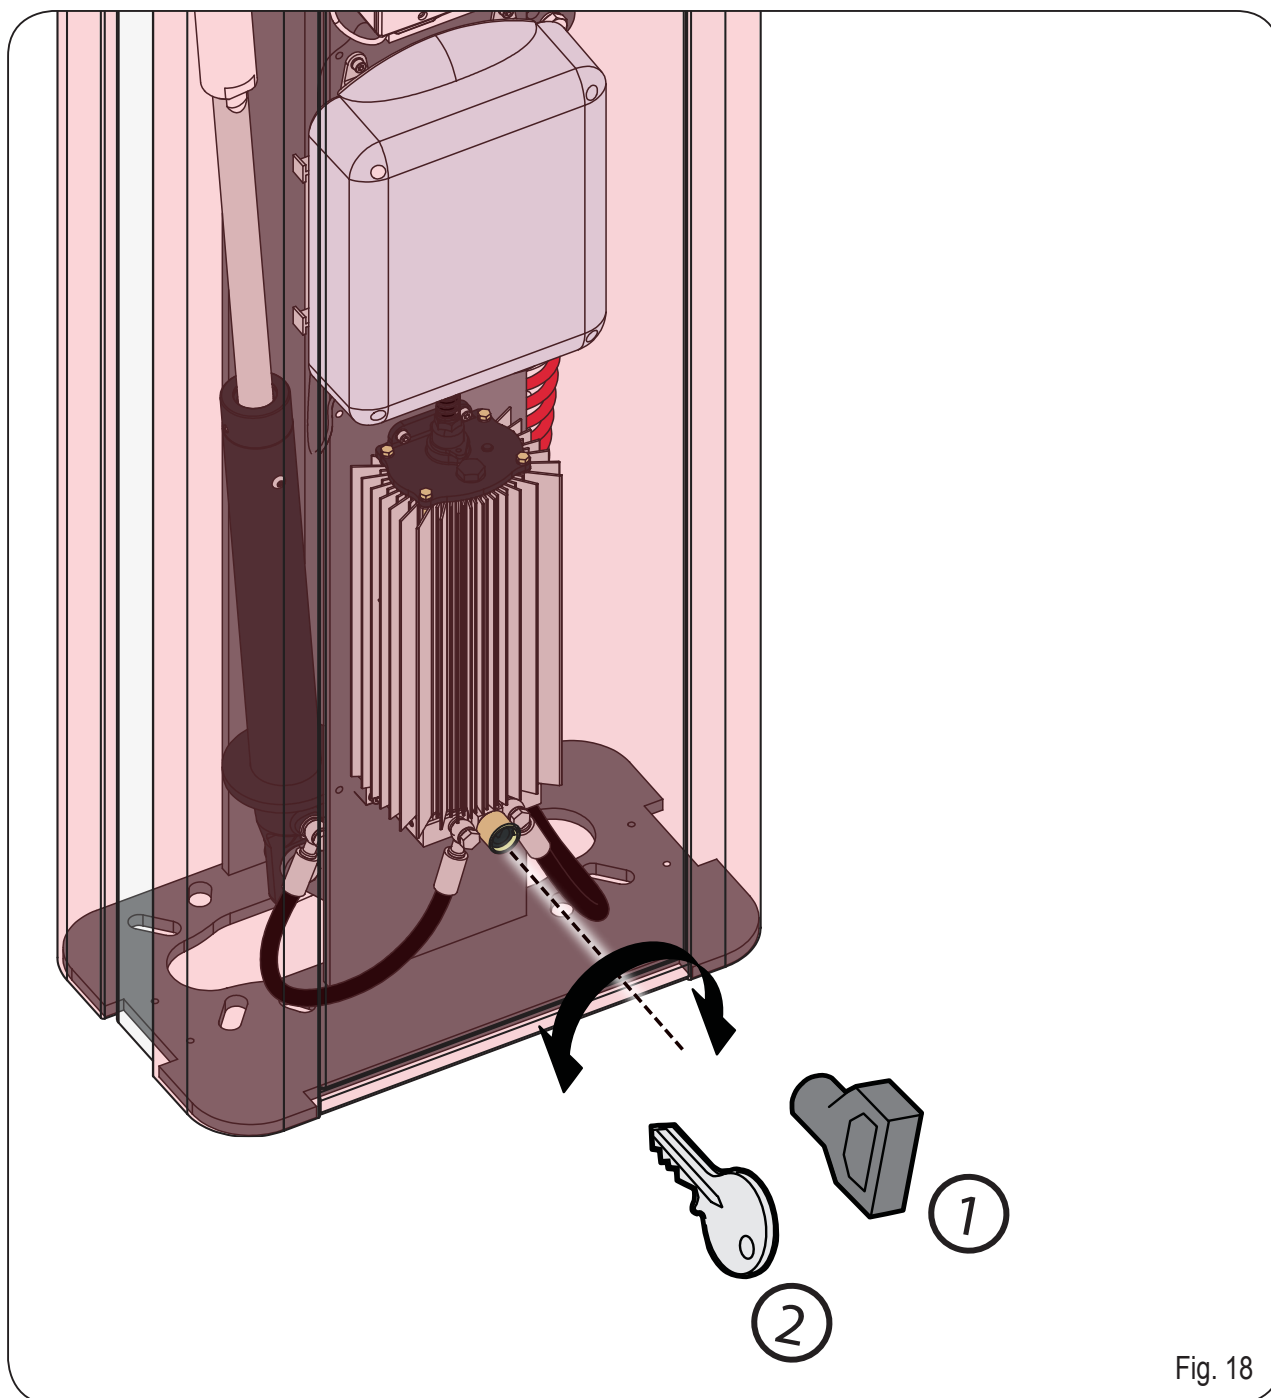

Fig. 18
La llave de desbloqueo entregada en dotación puede ser triangular (Fig. 18, ref. ①) o personalizada (Fig. 18 ref. ② opcional).
- Inserte la llave de desbloqueo en la cerradura y gire la llave en sentido antihorario hasta el tope, como en la Fig. 18
- gire la llave en sentido horario hasta el tope y extráigala (fig. 18 ref. ①).
- gire la llave en sentido horario hasta el punto en el que se pueda extraerla. (Fig. 18, ref. ②).
Als de slagboom met de hand moet worden bediend omdat de stroom is uitgevallen of het automatisch systeem niet goed werkt, moet met behulp van de bijgeleverde sleutel de ontgrendeling worden gebruikt. De bijgeleverde ontgrendelingsleutel kan driehoekig (Fig. 18 ref. ①) of gepersonaliseerd zijn (Fig. 18 ref. ②, optioneel).
- Steek de ontgrendelingsleutel in het slot en draai hem tegen de wijzers **van de klok** in tot hij niet verder kan, zoals in Fig. 18
- draai de sleutel **met de wijzers van de klok mee** tot hij niet verder kan, en trek hem eruit (Fig. 18 ref. ①).
- draai de sleutel **met de wijzers van de klok mee** tot hij niet verder kan, en trek hem eruit (Fig. 18 ref. ②).